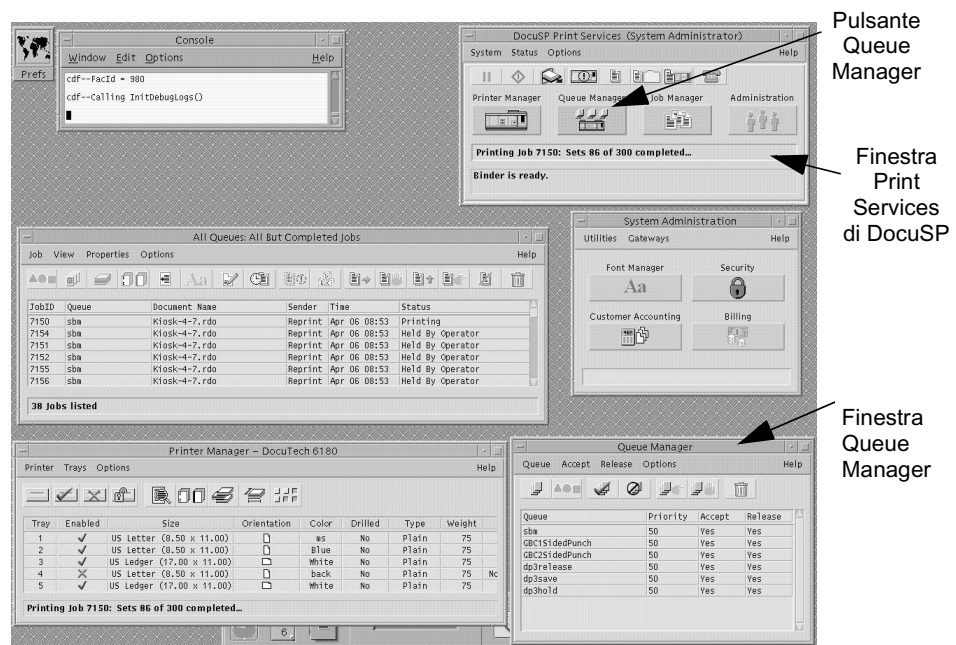

Figura 1-15: La schermata del monitor 61XX e la finestra Queue Manager
- 1 Nella schermata del monitor 61XX accedere alla finestra **Queue Manager** (Gestione coda), che viene illustrata già aperta nella Figura 1-15. Se la finestra non è aperta, andare alla finestra Print Services di DocuSP e fare clic sul pulsante Queue Manager.